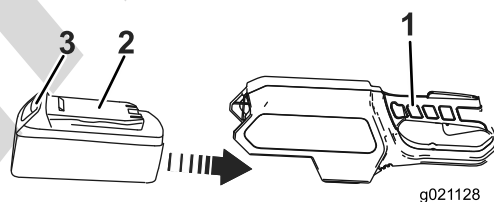

Figura 7
1. Alinee la lengüeta de la batería con el hueco correspondiente de la carcasa de la empuñadura (Figura 7).
2. Sujete la empuñadura con gatillo (Figura 7).